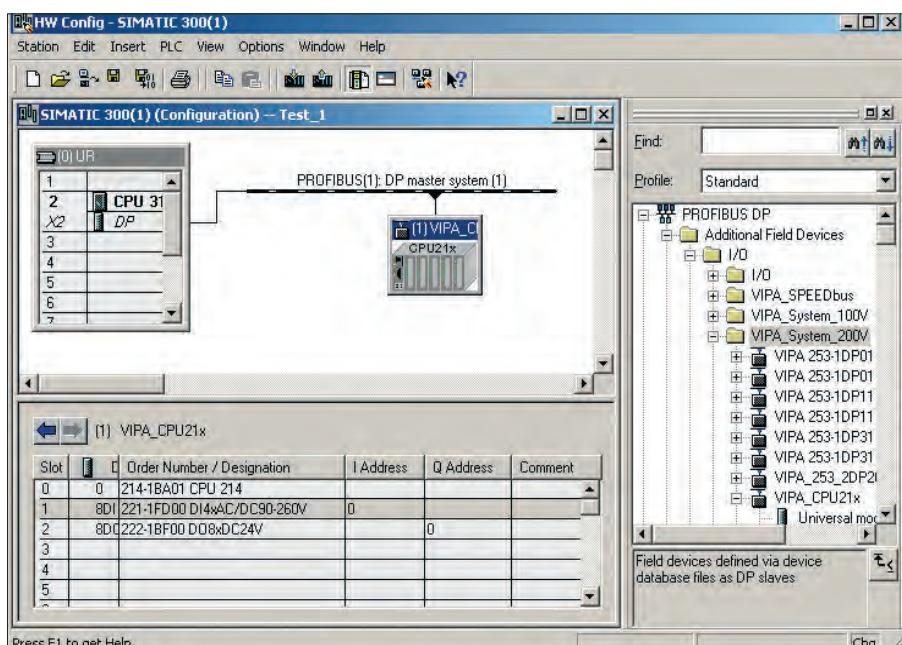

Рис. 1. Добавление модуля VIPA в аппаратном конфигураторе **Hardware Configurator**
5. Откройте папку **PROFIBUS-DP** в библиотеке **Hardware Catalog**, перейдите в подпапку **Additional Field Devices → I/O → VIPA** (рис. 1). Выберите в списке доступных объектов необходимый, например **VIPA\_CPU21x** для работы с ПЛК серии 200V, и переместите его мышью к линии сети PROFIBUS. В появившемся диалоговом окне **Properties PROFIBUS interface** выберите адрес **DP address**, равный 1, и нажмите **OK**. Теперь виртуальный ведомый DP-модуль соединен с PROFIBUS.
6. Щёлкните мышью на добавленном объекте **VIPA\_CPU21x**, в нижней части экрана появится таблица. Выберите слот 0, после чего перейдите в библиотеку **Hardware Catalog** и найдите в списке необходимый модуль ПЛК, например **214-1BA01 CPU214**. После двух щелчков мыши он добавится в слот 0 (рис. 1). Аналогично вносятся и дополнительные модули расширения, используемые в системе.